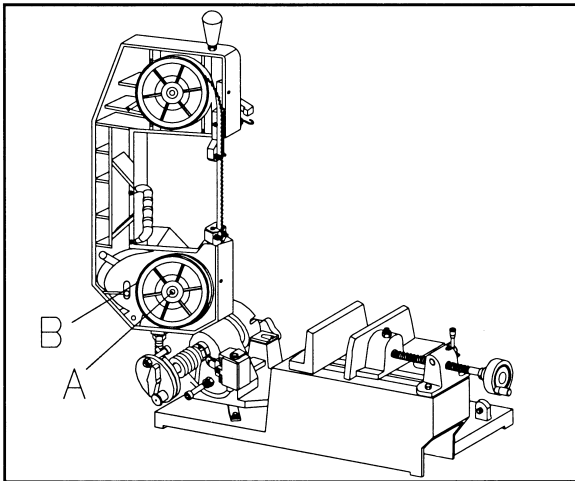

Fig. 8
- Draai de schroef (A, fig. 8) los met een 8 mm inbussleutel.
- Verwijder het zaagbladwiel (B) en smeer de tandwielen vervolgens met hittebestendig vet.
- Plaats het zaagbladwiel voorzichtig terug en draai de schroef (A) vervolgens weer goed vast.